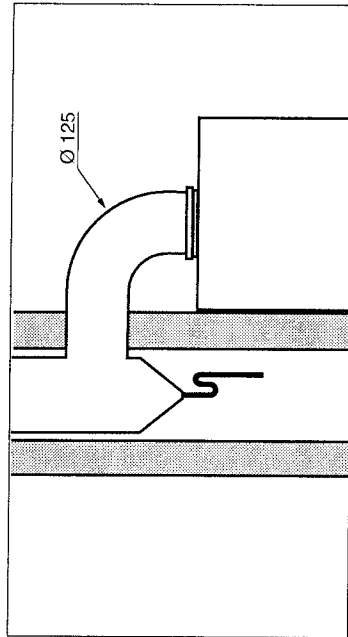

Fig. 7
Prévoir un pot de purge afin d'éviter que la condensation éventuelle du conduit ne tombe dans l'appareil (fig. 7).
- Le raccordement est prévu pour emboîtement du tuyau ou du coude à l'intérieur de la buse de sortie de l'antirefouleur de la chaudière (voir fig. 7 page 9).